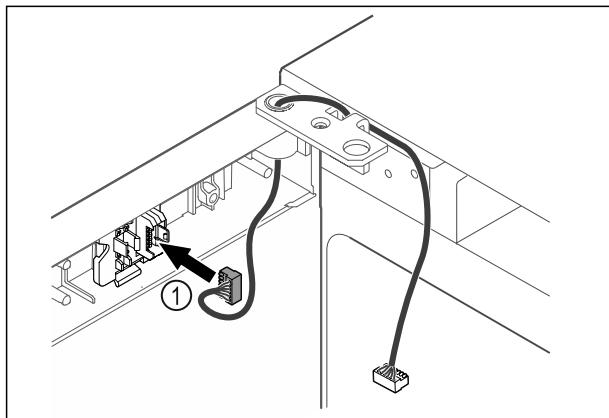

Fig. 63
- Вкарайте щекера Fig. 63 (1) в държача на щекера.